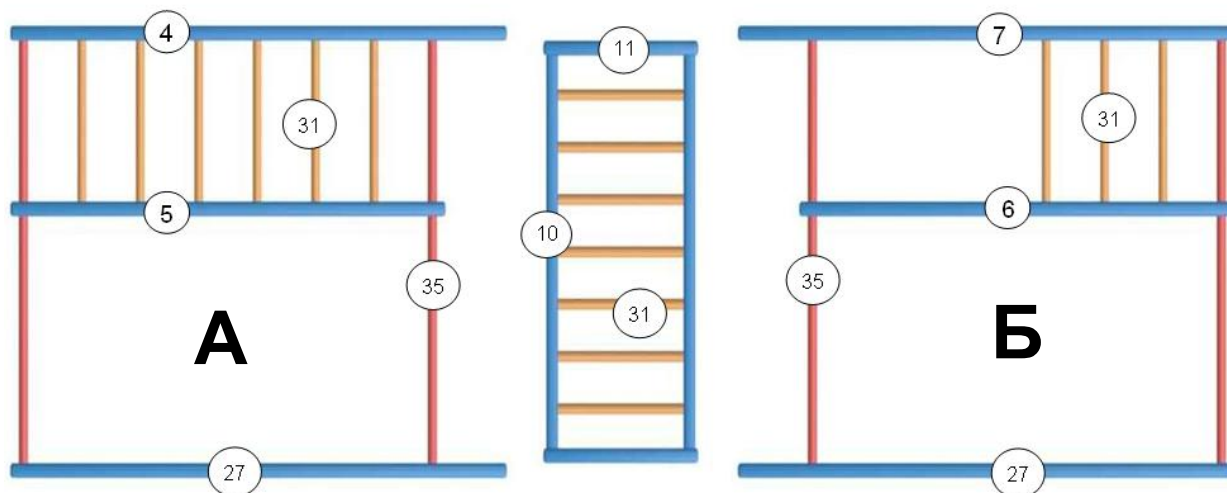

рис.2
4.2. Разложить комплектующие детали на свободном участке пола. Внимательно изучить рисунки и данное руководство. **Выбрать** на рис.2 **вариант сборки**.
В боковины рукохода (10) вставить перекладки (31). Зафиксировать винтами (61). Торцовые планки (11) прикрутить саморезами (69) к боковинам рукохода (10) как показано на рис.2.
Ознакомьтесь с рис.2. В стойки для лесенки (4) и (5) вставить перекладки (31) и закрепить винтами (61). Вставить перекладки (35), присоединить стойку (27) и наживите винтами не скручивая.